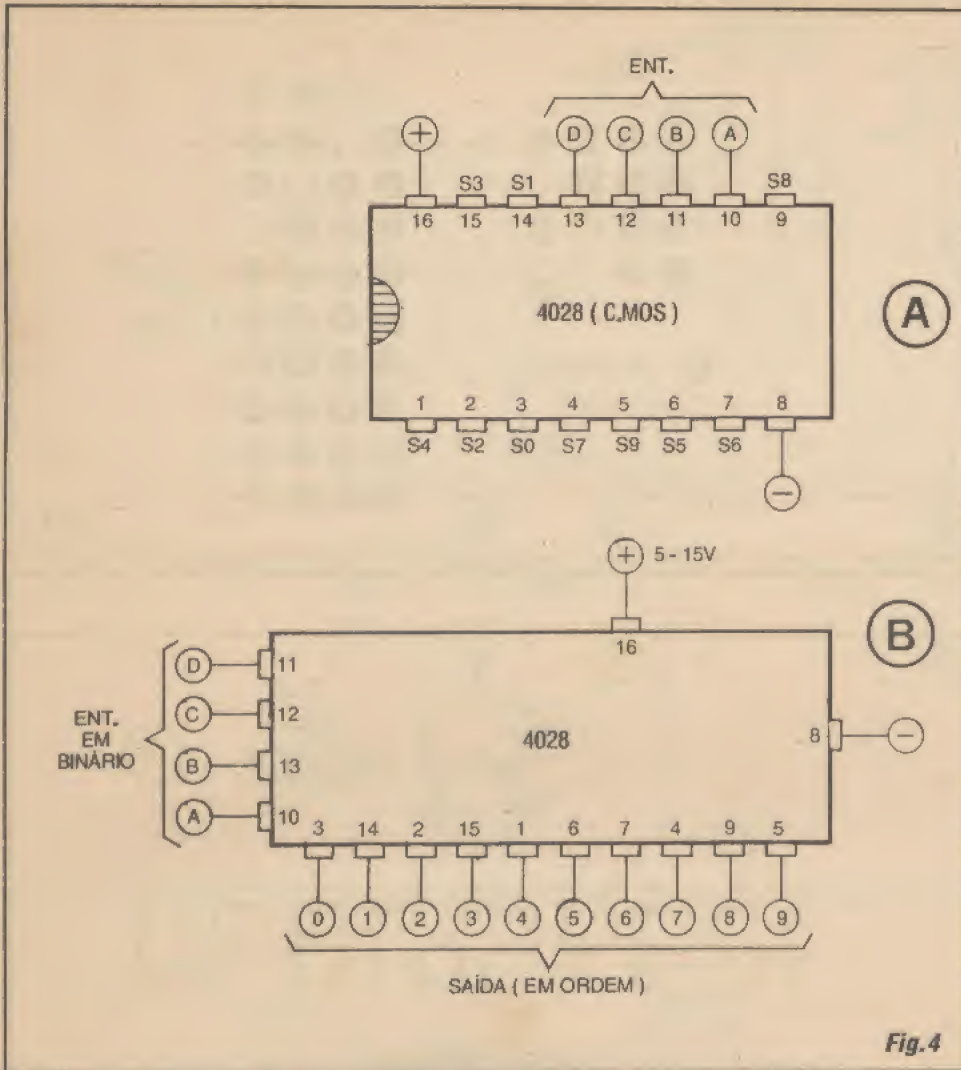

Fig.4
- FIG. 4 - OUTROS TIPOS DE INTEGRADOS CONTADORES... - Ainda dentro da *família* digital C.MOS, temos mais um representante dos CONTADORES, no integrado 4028, cujas saídas obedecem ao mesmo sistema de decodificação